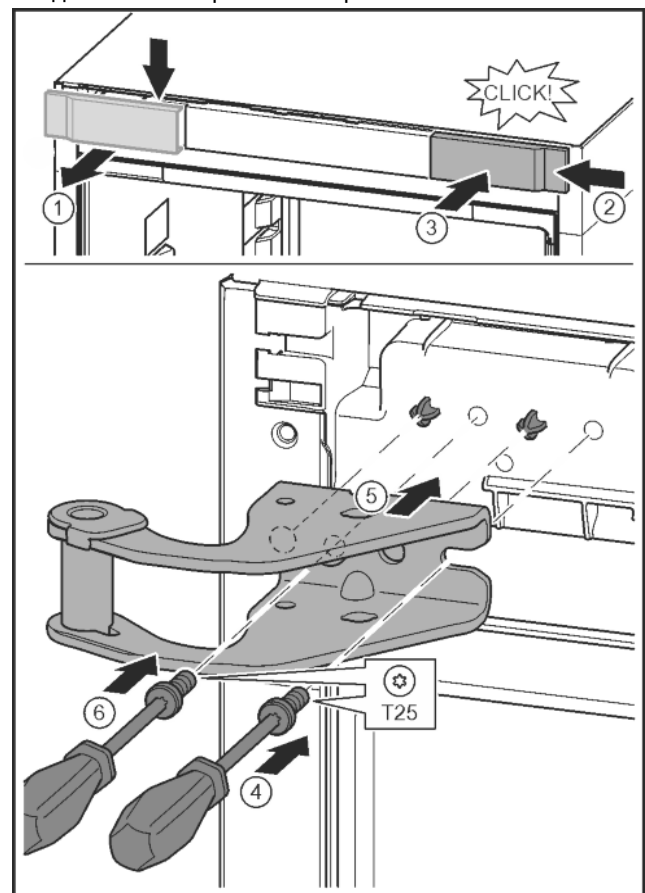

Fig. 14
- ▶ Развийте капака и го свалете настрана. Fig. 14 (1)
- ▶ Закачете капака, завъртян на 180°, от другата страна отдясно. Fig. 14 (2)
- ▶ Фиксирайте капака. Fig. 14 (3)
- ▶ С отвертка T25 поставете винта. Fig. 14 (4)
- ▶ Поставете горната лагерна стойка. Fig. 14 (5)
- ▶ Затегнете винта. Fig. 14 (4)
- ▶ С отвертка T25 поставете винта и го затегнете. Fig. 14 (6)